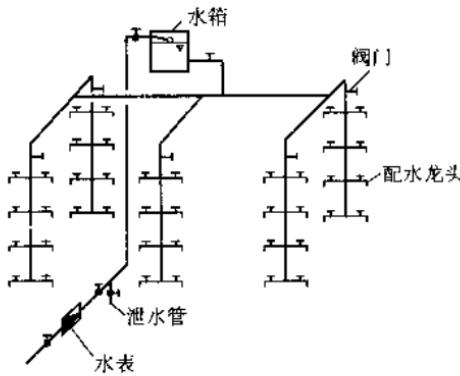

图 1—4 设水箱给水方式 B
(3) 设水泵的给水方式。当室外给水管网的水压经常不足时，可采用设水泵的给水方式，如图 1—5 所示。当建筑内用水量大且较均匀时，用恒速水泵供水；当建筑内用水不均匀时，采